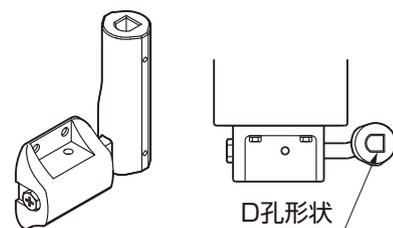

図4-4 ジョイント取付け詳細
- 持送りとジョイントとのスリ割りを合わせ、図4-4のように奥まで差込んでください。
- ジョイントのD孔形状が、図4-4の向きに組付いたことを確認してください。